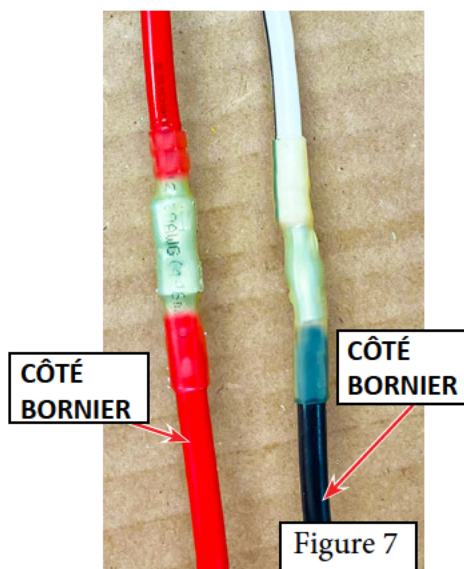

Figure 7
8. Branchez les fils du nouveau bornier de toit pour panneaux solaires aux fils se trouvant déjà sur le toit à l'aide de deux (2) fiches à manchon thermorétractables (N° de pièce 108760). Une fois branchés et sertis, chauffez les gaines pour étancher les fils (Figure 7).